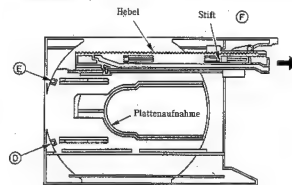

Abb. 4
(3) Austausch des Plattenhalters (Abb. 4)
Nach dem Ausbau der Plattenlade, entfernen Sie die Stifte ① und ② von der Plattenaufnahme (Abb. 4). Danach nehmen Sie den Plattenhalter hoch und heraus.
(4) Austausch der Zahnstangen (Abb. 4)
Bringen Sie die Zahnstangen in die Lage, wie in Abb. 4 gezeigt. Heben Sie die Schienenhalter ③ mit einem flachen Schraubenzieher etwa 1 mm ab und entfernen Sie den Träger in Pfeilrichtung.